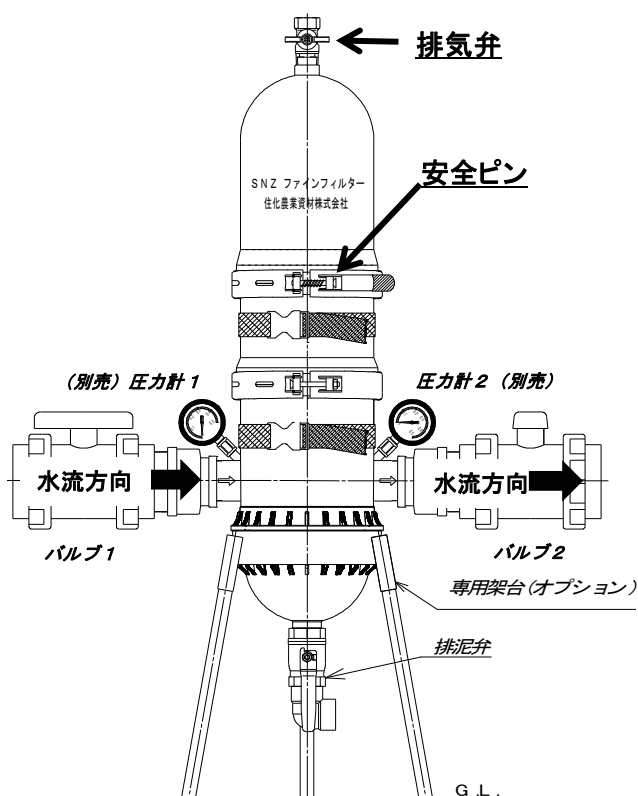

図1. ファインフィルター取付方法
- 2) 必ずフィルターの排気弁が上向き(ハウジングの印刷文字が読める方向)になる様に取付けてください。(図1)
- 1) バックルに安全ピンが確実に挿入されていることを確認してください。(図1)
- 2) バルブ1を閉めた状態で、送水ポンプを起動してください。(図1)
- 3) 排気弁を開いた状態で、バルブ1をゆっくり開き、フィルタ内部に通水してください。(図1)
圧力計1にて適正使用圧力(0.5MPa(5.1kg/cm2)以下)であることを確認してください。(図1)
- 5) バルブ2を開き、2次側に送水してください。(図1)